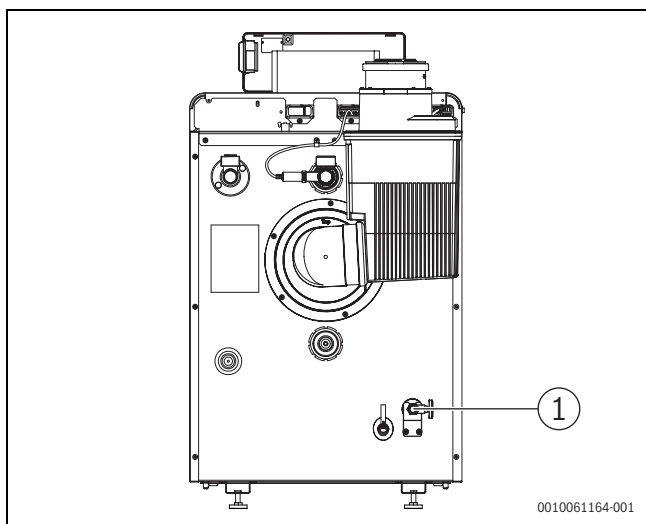

Bild 36 Rückansicht
- Ölleitung am Öl-Absperrventil (→ Bild 36 [1]) montieren.